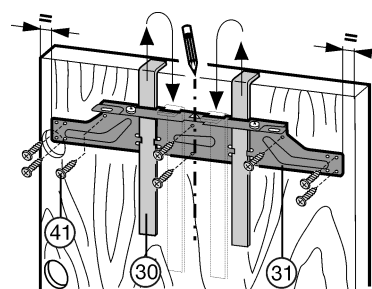

Fig. 22
- ▶ Desatornille el travesaño de fijación Fig. 22 (31) mediante las contratruercas Fig. 22 (32).
- ▶ Enganche el travesaño de fijación Fig. 22 (31) con las ayudas de montaje Fig. 22 (30) en la cara interior de la puerta del mueble.
- ▶ Alinee el travesaño de fijación Fig. 22 (31) centrado: trace una línea central corta en la puerta del mueble y coloque encima la punta de la flecha del travesaño.
- ▶ Alinee el travesaño de fijación Fig. 22 (31): trace una línea central corta en la puerta del mueble y coloque encima la punta de la flecha del travesaño. A continuación, desplace el travesaño de fijación Fig. 22 (31) 7/32 " (5.5 mm) hasta el lado de la bisagra.
- ▶ Atornille el travesaño de fijación Fig. 22 (31) con 6 tornillos Fig. 22 (41) como mínimo.
- ▶ Atornille el travesaño de fijación Fig. 22 (31) con 4 tornillos Fig. 22 (41) en el borde.
- ▶ Extraiga las ayudas de montaje Fig. 22 (30) hacia arriba e introdúzcalas invertidas en los orificios de alojamiento adyacentes.